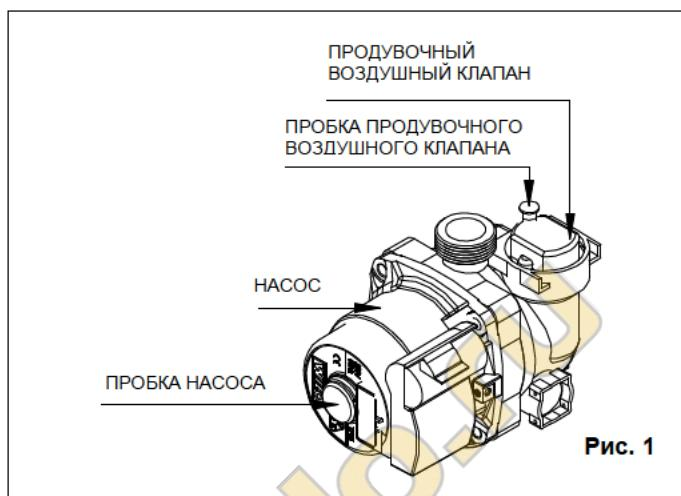

Рис. 1
- Немного ослабьте колпачок автомата воздухоотводчика для удаления воздуха из системы (рис. 1).